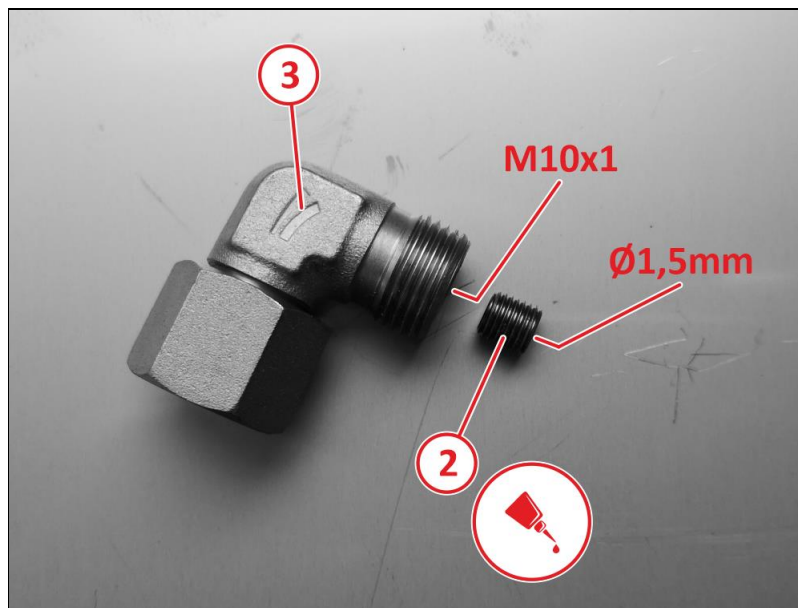

Abbildung 3: Verschraubung mit Düse
- 1) Schneiden Sie wie in Abbildung 3 ersichtlich ein M10x1 Gewinde in die Verschraubung ③ (Kernloch: Ø9mm)
- 2) Bohren Sie ein Loch mit Ø1,5mm mittig in die Wurmschraube ⑦
- 3) Schrauben Sie die Wurmschraube ⑦ in die Verschraubung ③. Kleben Sie die Wurmschraube ⑦ dabei hochfest ein.
- 4) Stellen Sie sicher, dass die Wurmschraube ⑦ weit genug in die Verschraubung ③ eingeschraubt wurde und die Armatur am Hydraulikschlauch sauber abdichten kann.